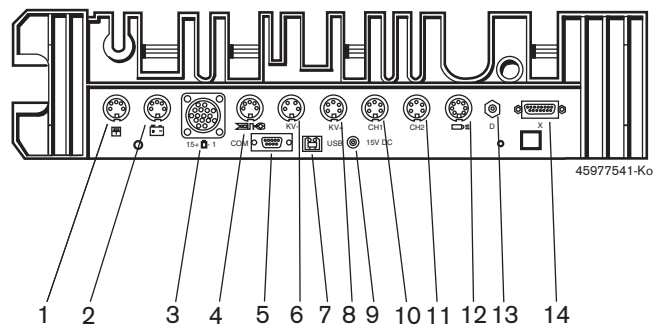

Fig. 3: Regleta de conexión de la unidad de medición (desde abajo)
2. Conectar los sensores en las ranuras de la unidad de medición previstas a tal fin (ver fig. 3).